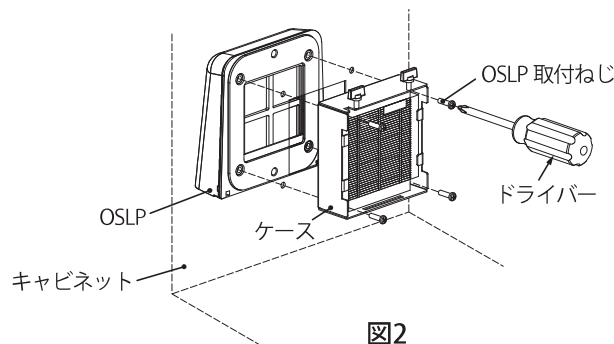

図2
2. OSLP と本製品のケースでキャビネットを挟み、OSLP の取付ねじ M4×12 にて 固定(4 か所)してください。(図 2)